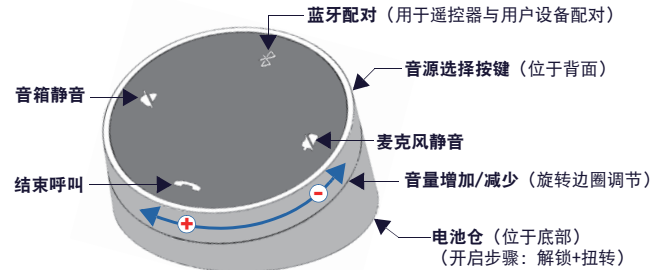

FIG 10. Acendo Vibe 遥控器
ACV-5100 提供一款无线连接遥控器 (FIG. 10):
- 长按遥控器上的音源选择与蓝牙配对按钮 5 秒 (见 FIG. 10)。遥控器上的所有 LED 将开始或保持闪烁 (每秒闪烁一次)。